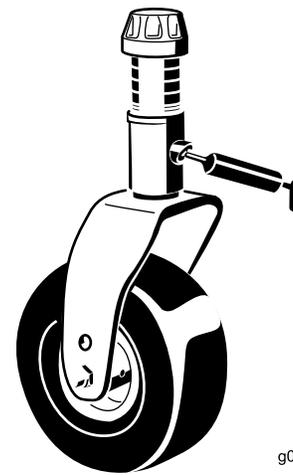

Figure 40
- Bague d'axe de fourche de roue pivotante (1) (Figure 40)
- Bagues de pivot de bras de poulie de tension (1)